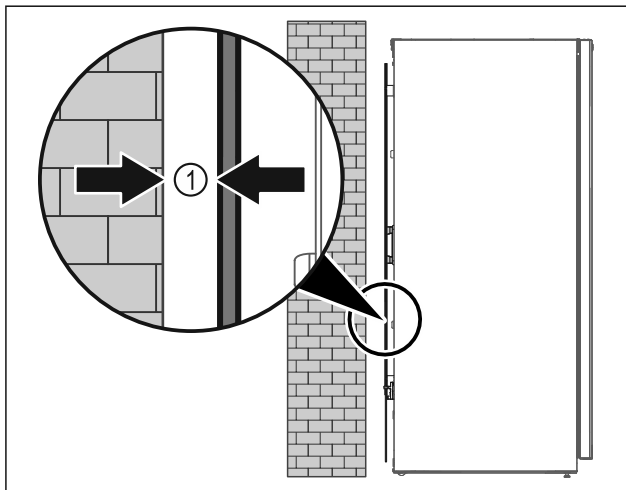

Fig. 51
- Gerät entweder frei im Raum oder direkt an einer Wand mit einem Mindestabstand von 5 mm Fig. 51 (1) aufstellen.